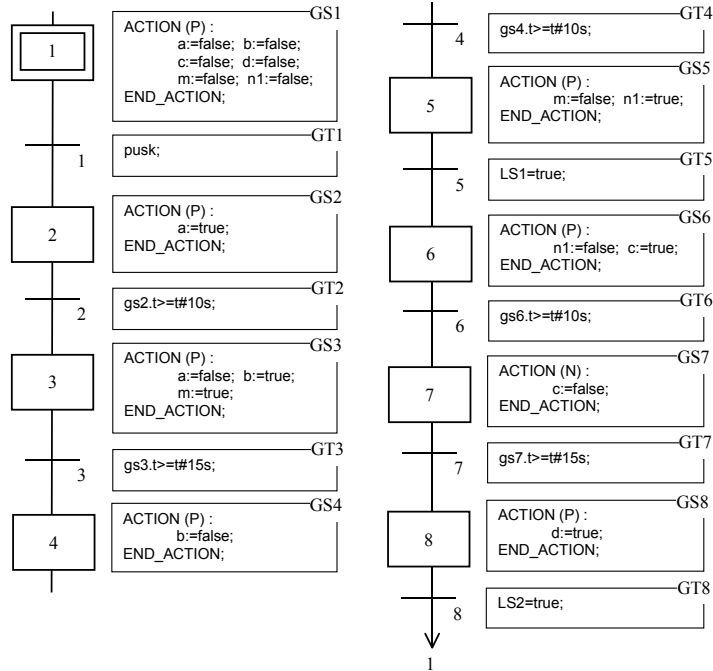

Рис. 4.9
4. Отредактировать программу в соответствии с рис. 4.9.